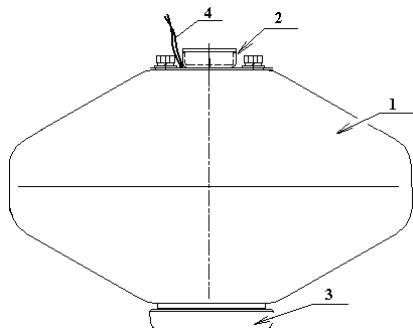
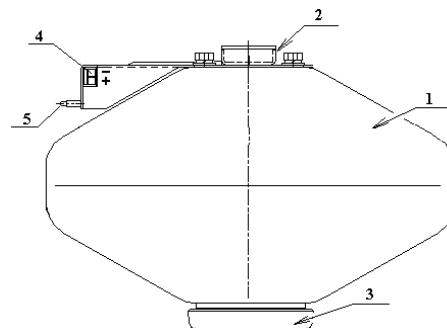

Рис. 1 – Конструкция МПП «Гарант-7» исп. 1
Рис. 2 – Конструкция МПП «Гарант-7» исп. 2
3.1 Модуль «Гарант-7» конструктивно исполняется в двух вариантах: исп. 1 и исп. 2 (см. рис. 1 и рис. 2, соответственно)²⁾.
МПП «Гарант-7» исп. 2 предназначен для использования только с прибором приёмно-контрольным пожарным и управления (ППКПУ) серии «УУРС» версии ПО № 2. При этом обеспечивается автоматический контроль и индикация (поз. 5 рис. 2) исправности (отсутствие обрыва и короткого замыкания) цепи запуска данного МПП.
5.6 При использовании МПП «Гарант-7» исп. 2 совместно с ППКПУ серии «УУРС» вер. 2 расположить светодиод индикации исправности цепи запуска модуля (поз. 5 рис. 2) с учётом удобства обзора снизу.